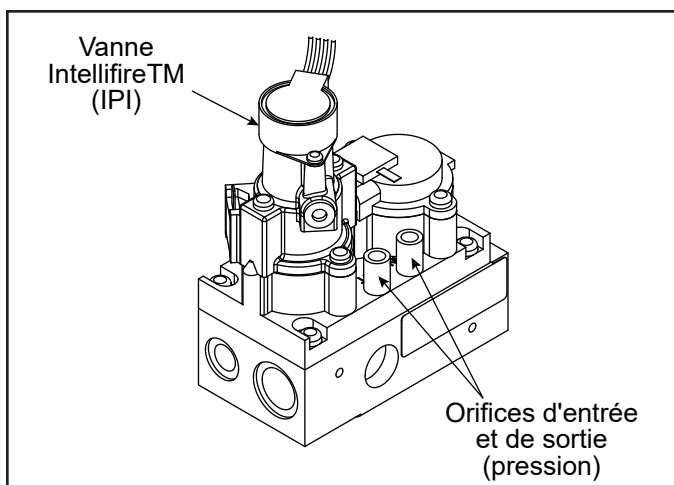

Figure 6.2 Prises de pression
1. Tournez la vis captive dans le sens antihoraire de deux ou trois tours. Voir la figure 6.2.